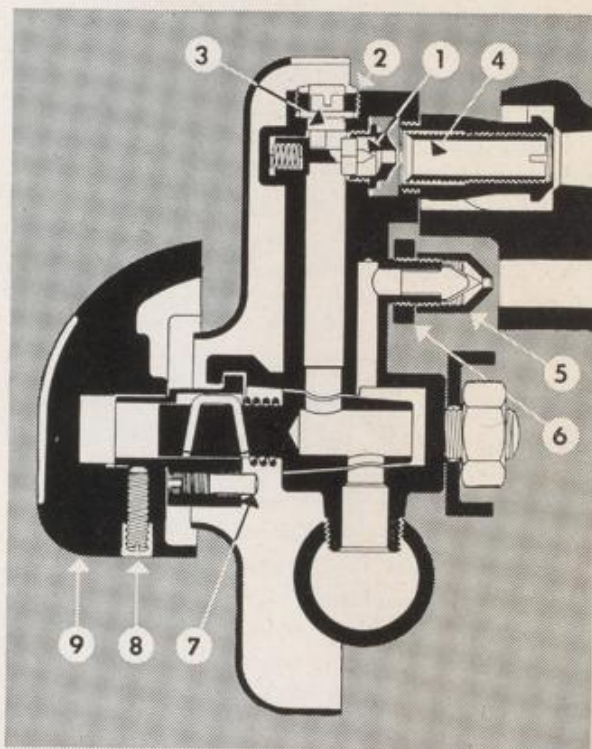

Abbildung 1
Wie wird nun an einem Stadtgas-Hahn die Einregulierung vorgenommen? (Siehe Abbildung 1). Da wir es mit einem Doppelhahn zu tun haben, müssen wir auch zwei Düsen einstellen, d. h. die Düse für die Hauptflamme (1) und die Düse für die kleine Flamme (5).